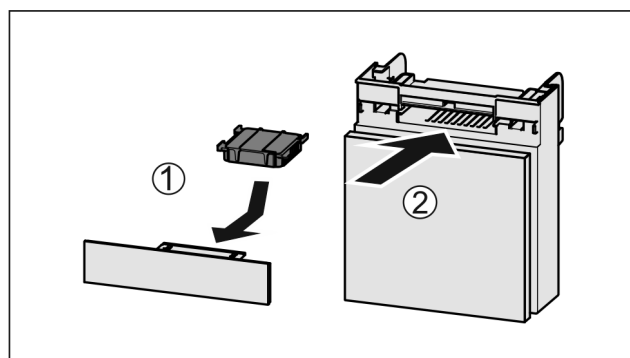

Fig. 146
- Wkładać Fig. 146 (1) filtr z węglem aktywnym zgodnie z ilustracją.
- Wsunąć komorę Fig. 146 (2).